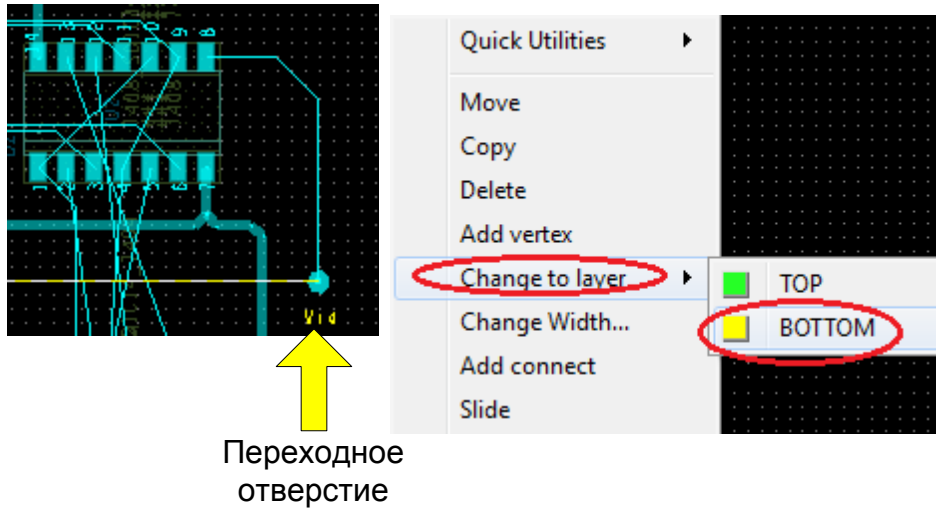

Рис. 21.48. Добавление переходного отверстия и изменение слоя проводника
2. Щёлкните правой кнопкой мыши на цепь и выберите Add Via. Добавится переходное отверстие Via. Текущий активный слой становится Alternate layer и Alternate layer становится Active layer и наоборот. Например, если у вас есть верхний и нижний слой, где текущий активный слой верхний, то затем, когда вы добавляете Via, нижний слой станет активным слоем и верхний слой становится Alternate layer (рис. 21.48).